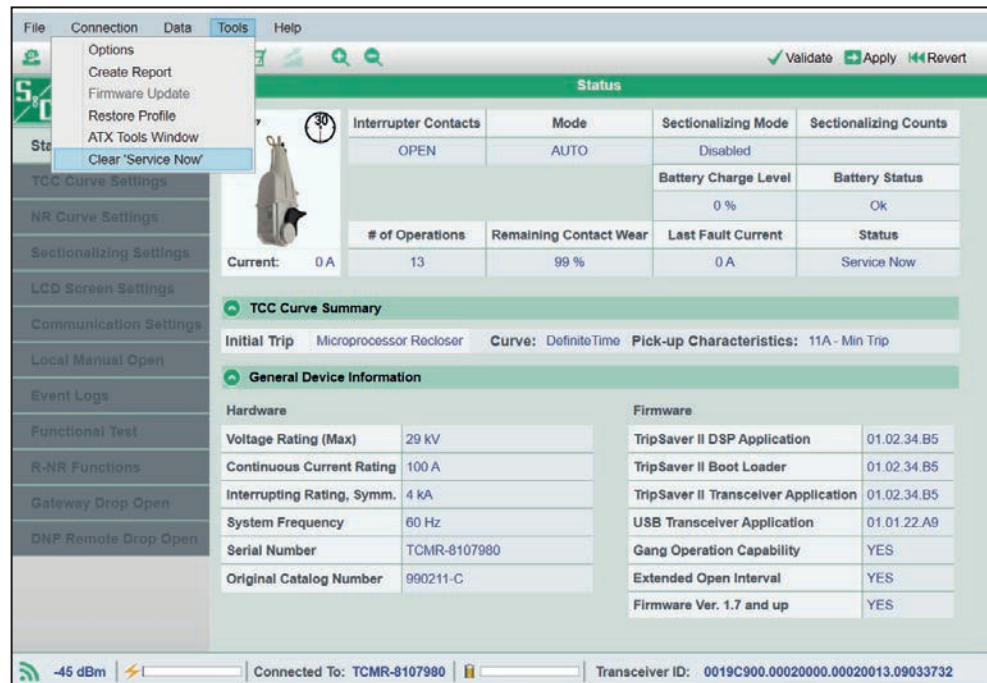

Figura 158. La opción Borrar Servicio Ahora en el menú Herramientas.
**PASO 5.** En el menú **Herramientas**, haga clic en la opción de menú **Clear 'Service Now'** (**Borrar 'Servicio ahora.'**) Ver Figura 158.